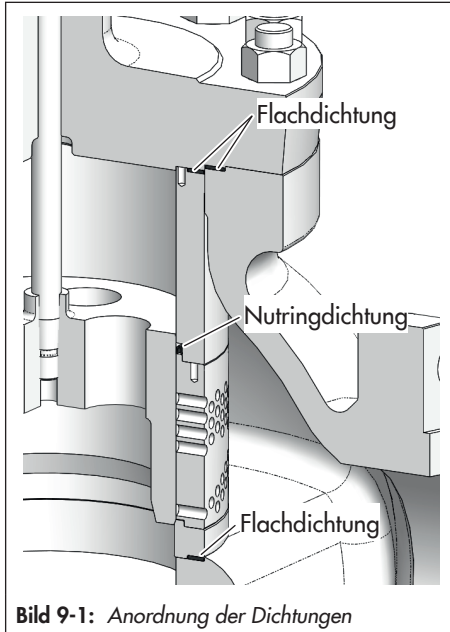

Bild 9-1: Anordnung der Dichtungen
2. Neue Dichtungen einsetzen, dabei korrekte Ausrichtung und Positionierung/Zentrierung einzelner Dichtungen beachten, vgl. Bild 9-1.